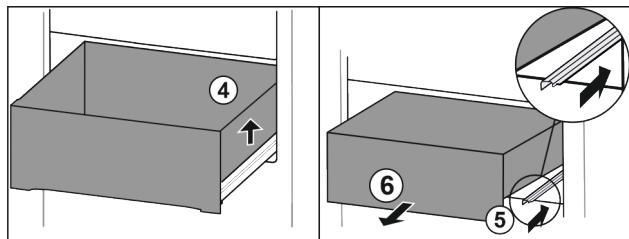

Fig. 75
- ▶ Lade rechts optillen. Fig. 75 (4)
- ▶ Rechter rail erin schuiven. Fig. 75 (5)
- ▶ Lade naar voren toe verwijderen. Fig. 75 (6)